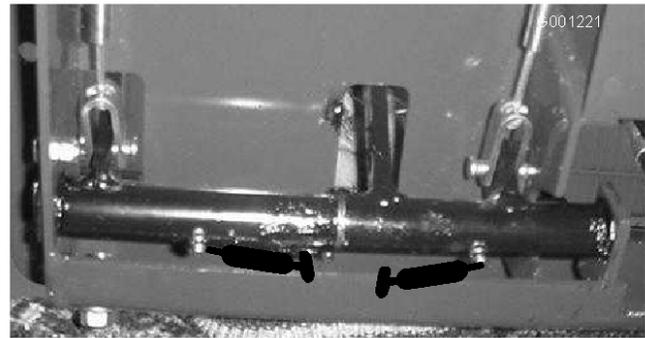

Figura 38
- boccole girevoli del freno (Figura 38)
- cavi dei freni (lato ruota motrice e pedale del freno) (Figura 38)